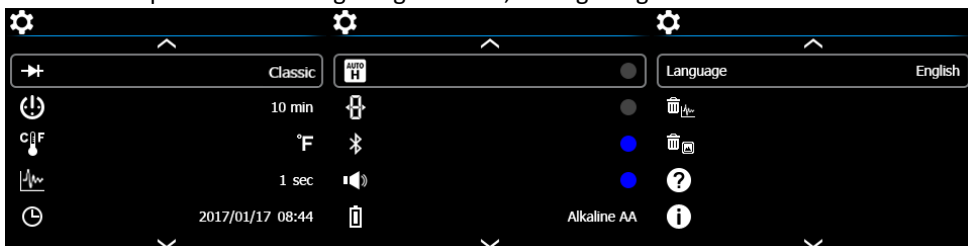

Fig. 7-1 Menu til generelle indstillinger
2. Rul til ikonet for indstillinger , og tryk **OK** for at åbne menuen til indstillinger (se Fig. 7-1)